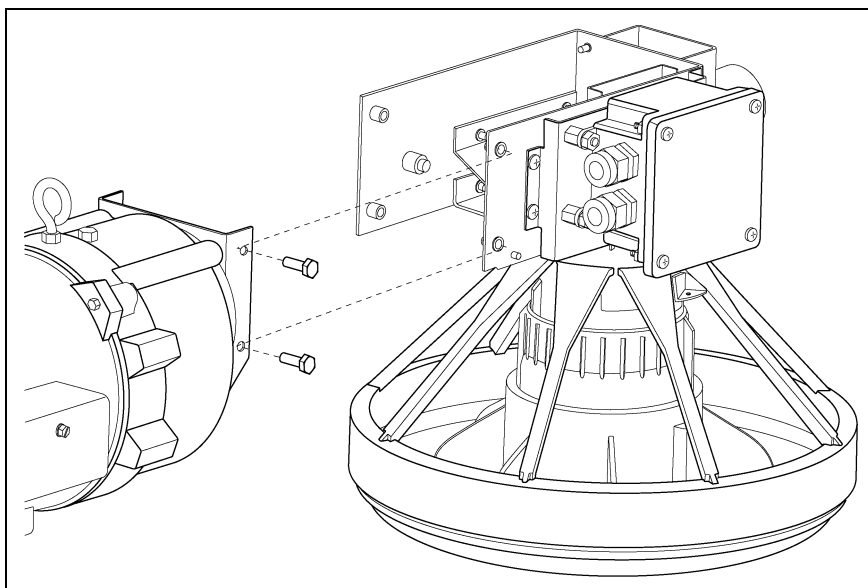

Рисунок 4O
2. С помощью четырех (4) болтов установите анкерную плиту обратно на управляющий лоток в сборе, как показано на Рисунок 4O. Может потребоваться сборка и регулировка некоторых узлов блока управления. Инструкции см. в разделе по сборке лоткового питателя на стр. 14.